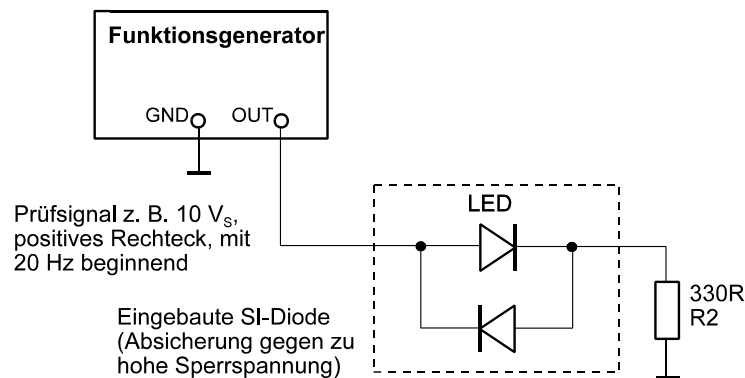

Abb. 1.3 LED-Ansteuerung mittels Funktionsgenerator.
2. Betreiben Sie eine LED über den Funktionsgenerator (Abb. 1.3). Ansteuerung mit positiven Rechteckimpulsen. Von welcher Frequenz an hört das Flimmern auf?